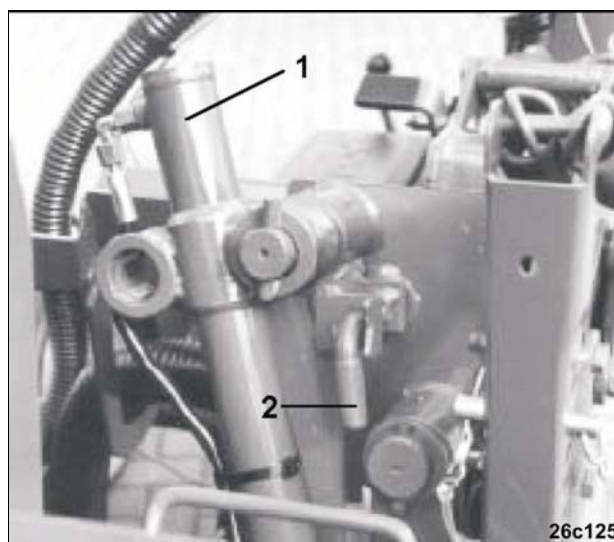

Рис. 130
- Приведите в действие гидравлический цилиндр (Рис. 130/1) и приведите внешние высевающие аппараты в транспортное положение и заблокируйте при помощи крепежного пальца (Рис. 130/2).